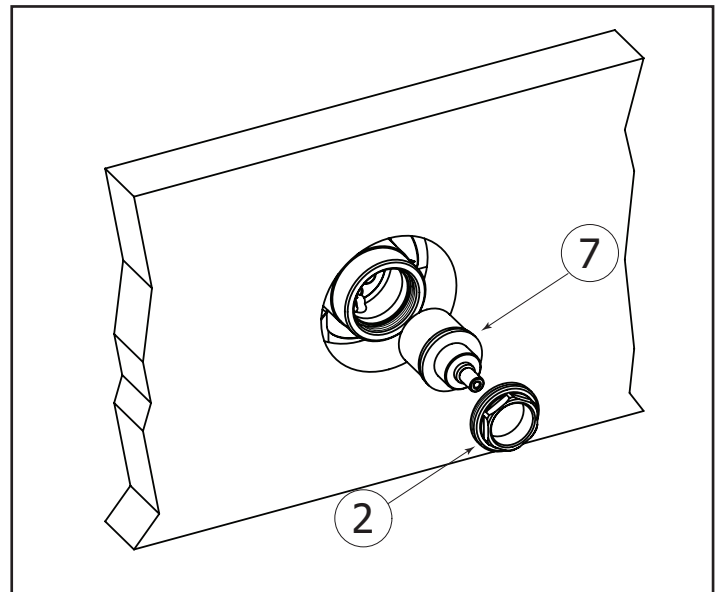

Fig.3
Insert the diverter cartridge (7) into the valve as shown. (See Fig.3). Screw-in the retaining nut (2). DO NOT OVER TIGHTEN.
Insérez la cartouche de dérivation (7) dans la valve comme indiqué. (Voir Fig.3). Visser l'écrou de retenue (2). NE PAS TROP SERRER.